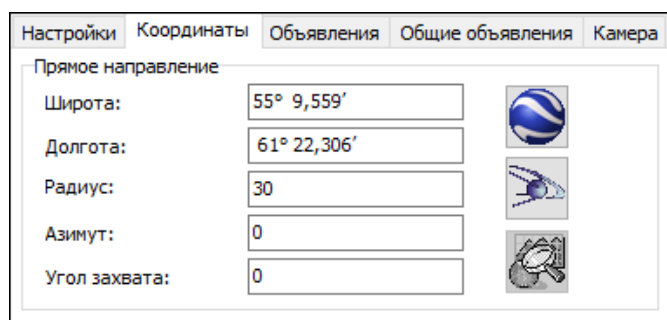

Рис.63. Вкладка «Координаты»
**Координаты остановки (вкладка «Координаты»):** широта, долгота и радиус (в метрах), азимут входа в точку с допустимым отклонением, который равен углу захвата (**Рис.63**). Остановка представляет собой окружность, центр которой расположен в точке с указанной долготой и широтой. Координаты точки могут быть импортированы из файла *.kml* или файла контрольных точек *.chp*, созданного в диспетчерском ПО АвтоГРАФ. Радиус точки задает зону, при входе в которую определяется прибытие транспортного средства на остановку. Выход из этой зоны определяется при выезде транспортного средства за пределы радиуса остановки.